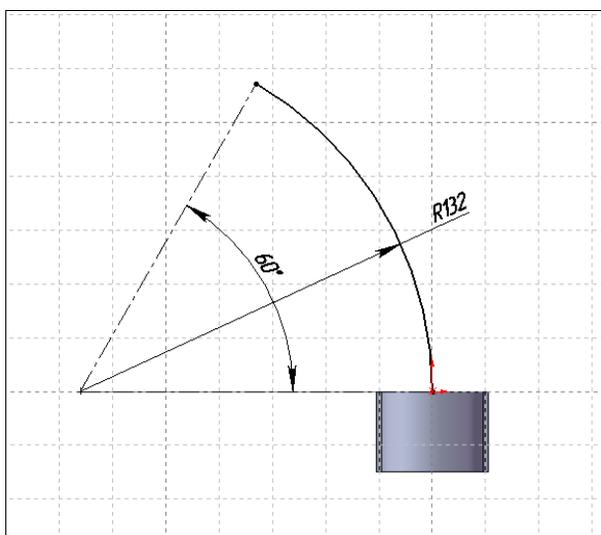

Рис. 2.77
3. Теперь построим направляющую кривую: в плоскости Сверху (перпендикулярной плоскости Эскиза1) нарисуем дугу радиусом 132 мм (рис. 2.77).